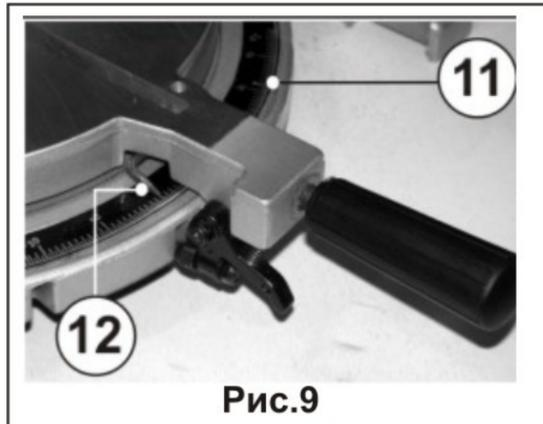

Рис.9
Указатель (12), Рис. 9, показывает фактический угол пиления. Цена деления шкалы (14) ½ градуса. В результате, когда указатель перемещается по шкале от одного деления к следующему, угол пиления меняется на ½ градуса.